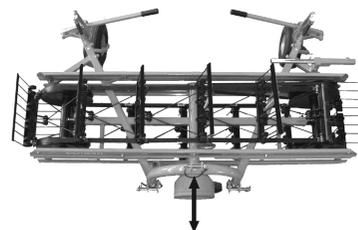

Bild 6
- Der Oberlenker (links oder rechts) am Dreipunkt regelt die Höhe der Zinken in Fahrtrichtung. Richtige Einstellung: parallel zum Boden. (Bild 6)